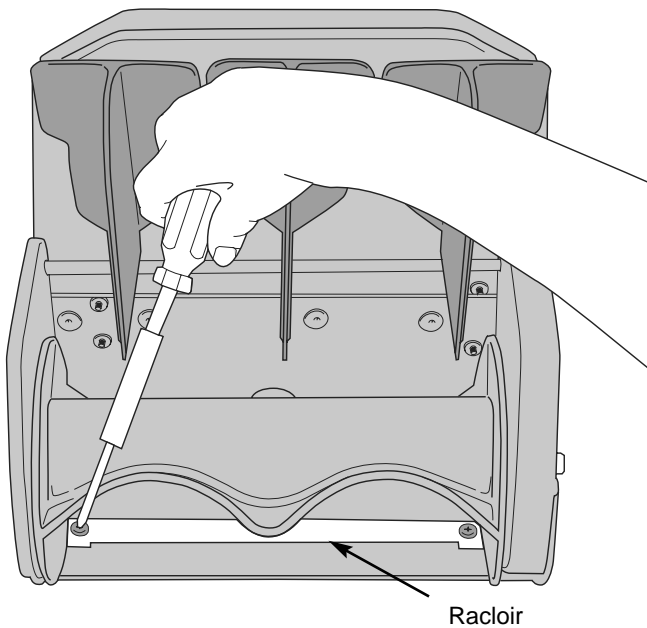

Fig. 11
2. Sous le rotor, repoussez puis retirez les trois (3) vis, qui retiennent le racloir au boîtier, à l'aide d'un tournevis à lame plate ou d'une mèche no. T20 Torx (Fig. 11).